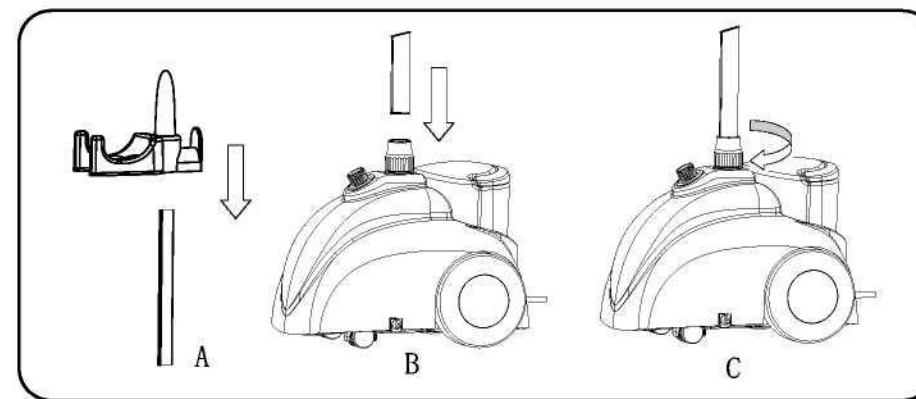

Рис. 3
1. Установите держатель на верхнюю часть стойки в соответствие с пазами на стойке (Рис.3-А).
2. Вставьте стойку в держатель на корпусе отпаривателя в соответствие с пазами на стоке и выступами в держателе.(Рис. 3-В)
3. Поверните зажимную муфту держателя стойки по часовой стрелке и с усилием затяните ее. (Рис. 3-С). Телескопическая стойка должна жестко удерживаться в зажиме на корпусе отпаривателя.